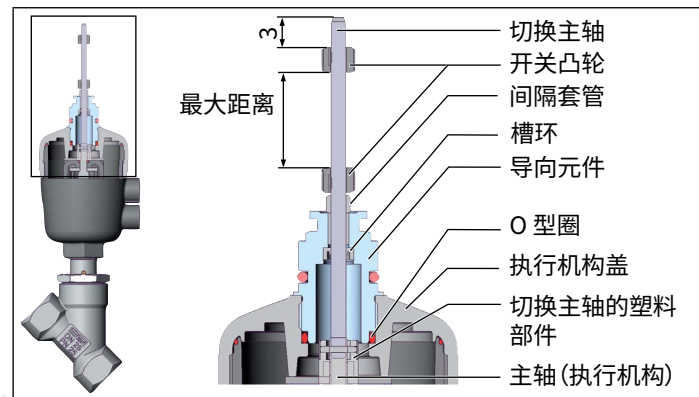

图11: 安装切换主轴 (2), 20xx 系列
- 将 O 型圈向下压入执行机构的盖子中 (请参见“图11”)。
确保两个开关凸轮之间的距离最大 (参见“图11”)。